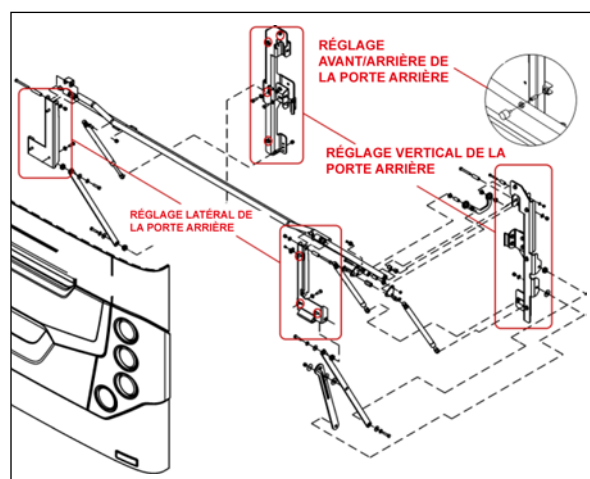

FIGURE 32 : PORTE DU COMPARTIMENT MOTEUR
1. Pour ajuster la position VERTICALE de la porte, desserrer les boulons (quatre de chaque côté) qui fixent le bras du support de la porte et la patte de fixation des ressorts à gaz à la structure du véhicule (Figure 32).
2. Pour ajuster la position LATÉRALE de la porte, desserrer les boulons (trois de chaque côté) qui fixent le bras du support de la porte et la patte de fixation des ressorts à gaz à la porte (Figure 32).
3. Pour ajuster la position de la porte vers l'avant ou l'arrière, visser ou dévisser les butées en caoutchouc de chaque côté de l'ouverture de la porte (Figure 32).